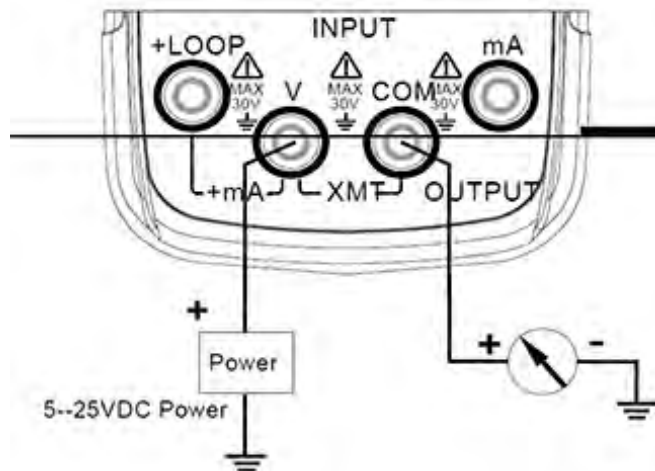

Abbildung 5-2
- ↪ Stecken Sie ein Ende der Messleitung an die XMT-Ausgangsbuchse des EC mAV 2 und das andere Ende an die Eingangsbuchse des Gerätes wie in Abbildung 5-2 gezeigt: